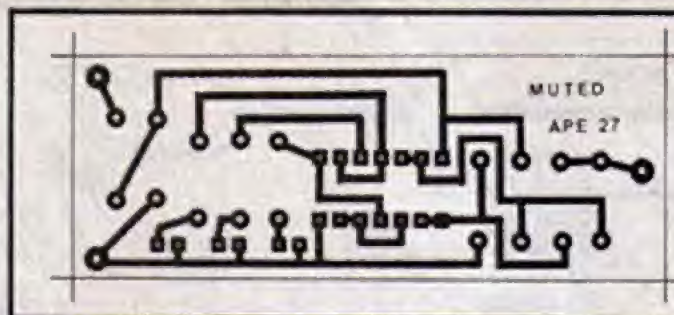

Fig. 2
- FIG. 2 - Placa específica de Circuito Impresso, para a montagem do MUTED, com o lay out do padrão cobreado visto em tamanho natural. Apesar da presença (um tanto "atemorizante" para quem